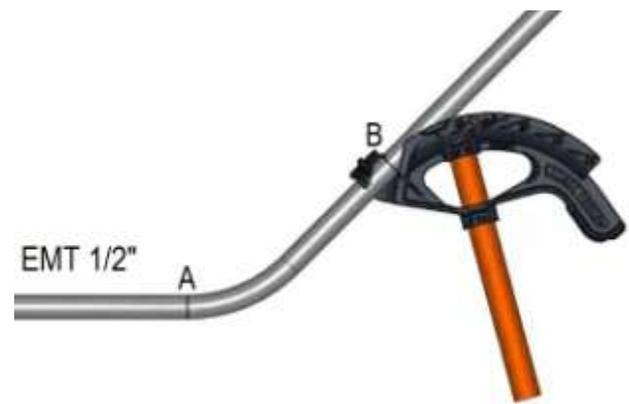

Figura 67. Colocación del doblador en la segunda marca
- Deslice la tubería hacia abajo de forma tal que la primera curva se aleje del doblador hasta que quede alineada con la segunda marca "B" con el gancho del doblador, como se puede observar en la figura 67.